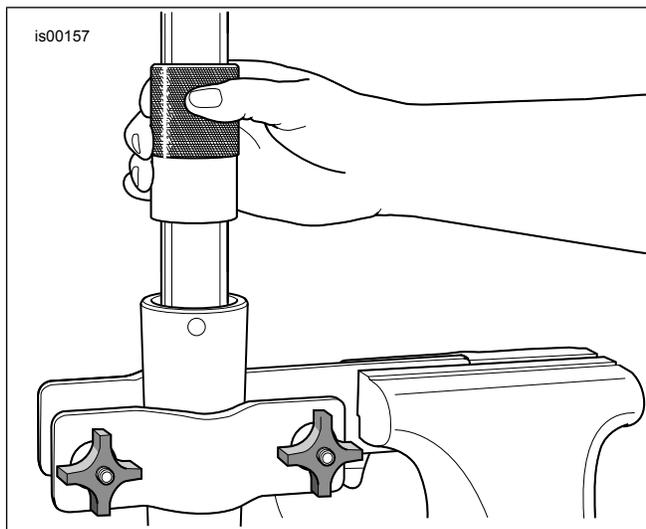

Figure 7. Installer le joint d'étanchéité d'huile de fourche
12. Enduire Diamètre intérieur (ID) et Diamètre extérieur (OD (DE)) de la douille de fourreau (E) avec de l'huile de fourche propre.
14. Faire glisser le joint d'écartement (D) dans le tube de fourche jusqu'à ce qu'il entre en contact avec la douille de fourreau (dans les deux sens).
15. Enduire ID du **nouveau** joint d'étanchéité d'huile de la fourche (4) avec de l'huile de fourche propre.
16. Enduire le OD (DE) du joint d'étanchéité d'huile de la fourche de graisse pour joints Harley-Davidson.
18. Figure 7 Procurez-vous l'outil pour joints et douilles de fourche (HD-45305) et procédez comme suit :
- b. Figure 7 En utilisant l'outil tel un marteau, enfoncer le joint d'étanchéité d'huile de la fourche (avec le joint d'écartement et la douille du fourreau) dans le tube de la fourche jusqu'à ce que la rainure du clip de retenue soit visible dans le diamètre intérieur du fourreau de la fourche ID.